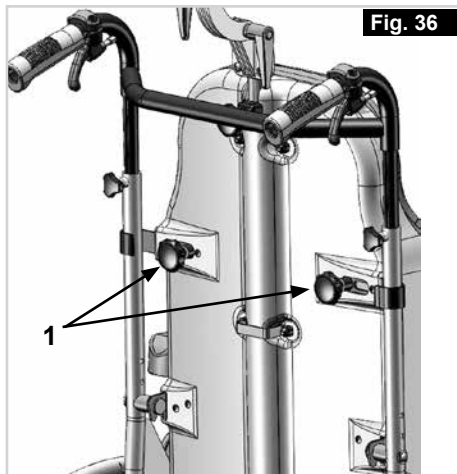

Fig. 36
Genom att lösgöra stjärnknapparna (1) kan du justera körhandtagen till en höjd som passar dig. Efter höjjustering av körhandtagen, säkerställ att stjärnknapparna (1) är åtdragna, (Fig. 36).